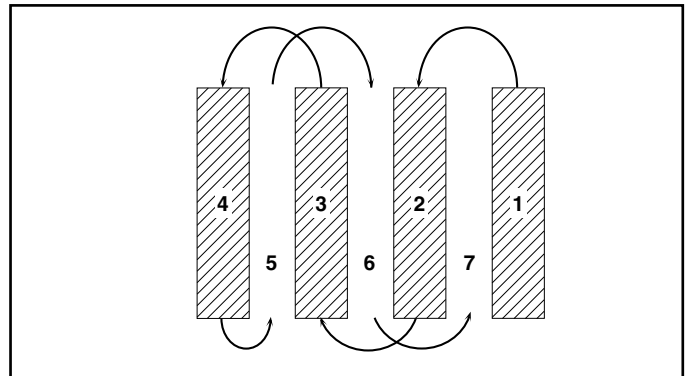

FIG. 14
- Va a descubrir que el labrado se facilita si deja una fila sin labrar entre las pasadas. Entonces vuelva de nuevo entre las filas de cultivo (Vea la Fig.14). Hay dos razones para hacer ésto. Primero, las vueltas amplias se pueden realizar con más facilidad que las cerradas. Segundo, la cultivadora no estará empujándose a sí misma y a usted hacia la próxima hilera.